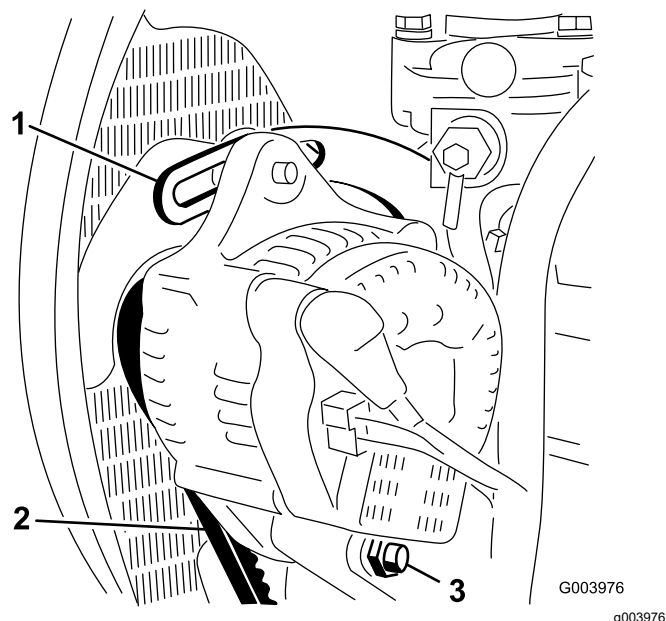

Figura 71
2. Verifique tensão da correia do alternador, premindo-a (Figura 71) até metade entre as polias do alternador e do cárter com uma força de 10 kg.
3. Desaperte o parafuso que segura a braçadeira ao motor (Figura 71), o parafuso que segura o alternador à braçadeira e o parafuso de articulação.